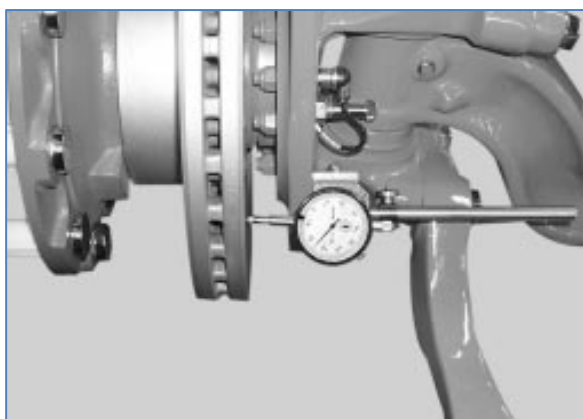

Figure 41
27. Vissez les écrous hexagonaux (reportez-vous à la Figure 41 pour la séquence de serrage) de sorte que la roue se positionne concentriquement avec le moyeu. Ceci est important, sinon la roue peut être excentrique par rapport au moyeu. Dans cette étape initiale, serrez légèrement les écrous pour positionner graduellement la roue.
28. Serrer progressivement les écrous comme indiqué à la Figure 41. Le serrage final doit être fait avec une clé dynamométrique. Serrer les écrous de goujons.